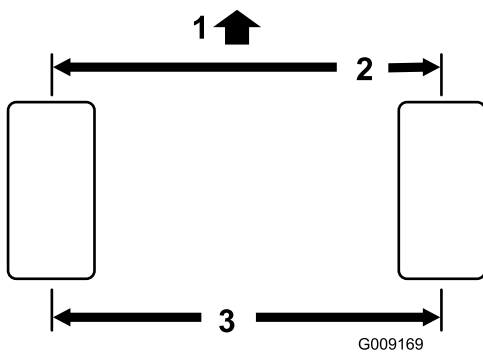

Figura 51
2. Mida la distancia entre centros (a la altura del eje) en la parte delantera y trasera de los neumáticos de dirección (Figura 51). La distancia debe ser de 0 ± 3 mm más en la parte delantera del neumático que en la parte trasera. Gire el neumático 90 grados y vuelva a comprobar la medición.